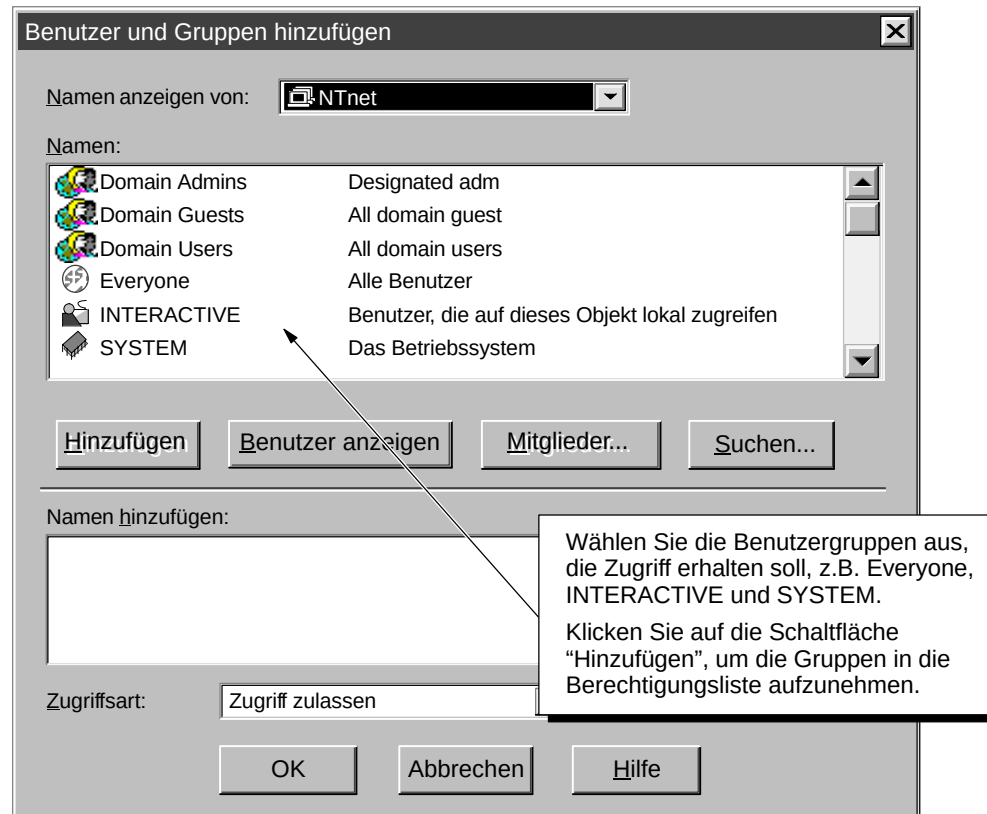

Bild E-18 Ändern der Startberechtigungen für Benutzer und Gruppen
2. Wählen Sie die Schaltfläche "Hinzufügen", um das Dialogfeld "Benutzer und Gruppen hinzufügen" aufzurufen und die Sicherheitseinstellungen für den Zugriff auf den Server zu ändern (siehe Bild E-18).
3. Wählen Sie im Feld "Namen" im Dialogfeld "Benutzer und Gruppen hinzufügen" (Bild E-18) die Option "Everyone" (oder die gewünschte Benutzergruppe) und klicken Sie auf die Schaltfläche "Hinzufügen".